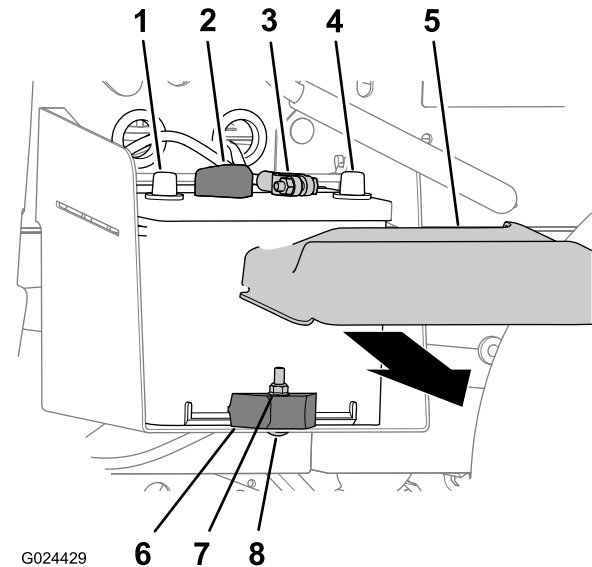

Bild 47
1. Drücken Sie die Seiten der Batterieabdeckung zusammen und nehmen Sie die Abdeckung von der Batterieoberseite ab (Bild 47).
2. Trennen Sie das Minuskabel der Batterie vom Batteriepol ab (Bild 47).
3. Trennen Sie das Pluskabel der Batterie vom Batteriepol ab (Bild 47).
denen die Batterie am Batteriefach befestigt ist (Bild 47).
3. Nehmen Sie die Batterie aus dem Batteriefach (Bild 47).
1. Fluchten Sie die Batterie mit dem Batteriefach der Maschine aus (Bild 47).
Hinweis: Stellen Sie sicher, dass die Plus- und Minuspole der Batterie so ausgefluchtet sind, wie in Bild 47 abgebildet.
2. Befestigen Sie die Batterie mit der Batterieklemme, der Schlossschraube und Sicherungsmutter am Batteriefach (Bild 47).
1. Schließen Sie das Pluskabel am Batteriepol an (Bild 47).
2. Schließen Sie das Minuskabel am Batteriepol an (Bild 47).
3. Setzen Sie die Batterieabdeckung oben an der Batterie auf (Bild 47).